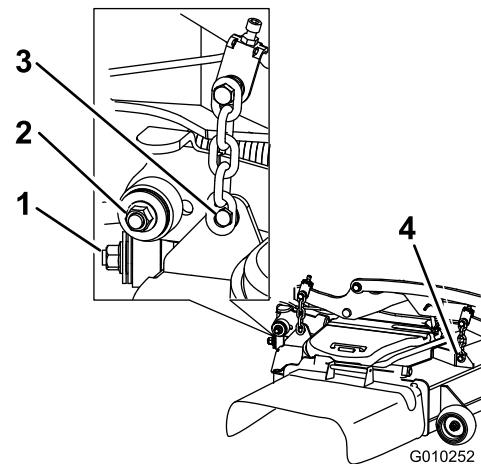

Figura 108
7. Retire y guarde los herrajes de ambos lados de la carcasa, según se muestra en Figura 108.